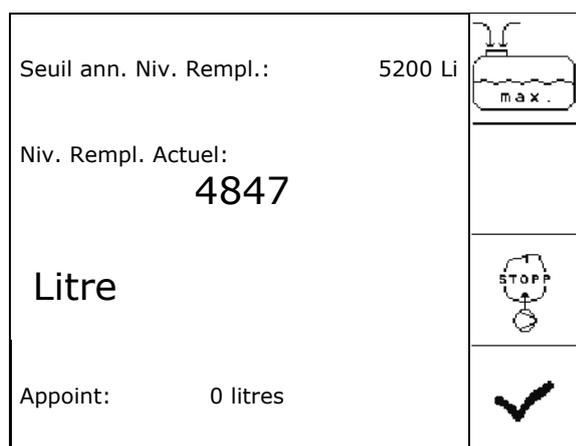

Fig. 87
1.  Accédez au menu Remplissage (Fig. 87).